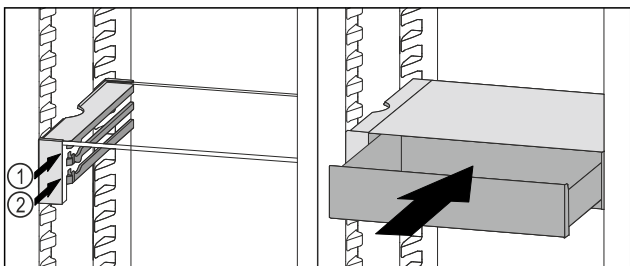

Fig. 136
- Aseta VarioSafe-vetolaatikko rajoittimien taakse halutulle kannattimelle Fig. 136 (1) tai Fig. 136 (2).